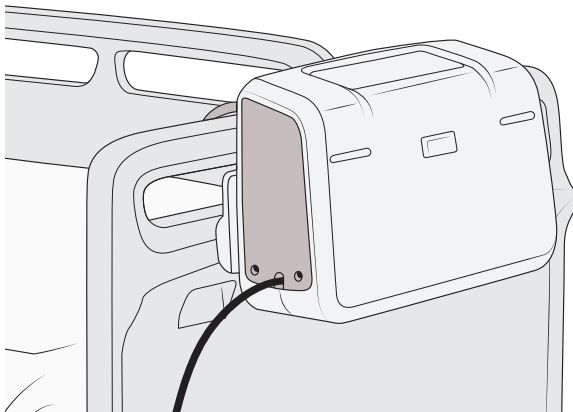

図 35
1. Auralis ポンプをベッドの足部先端に吊り下げます。図 35 を参照してください。ポンプが以下の状態でないことを確認してください。